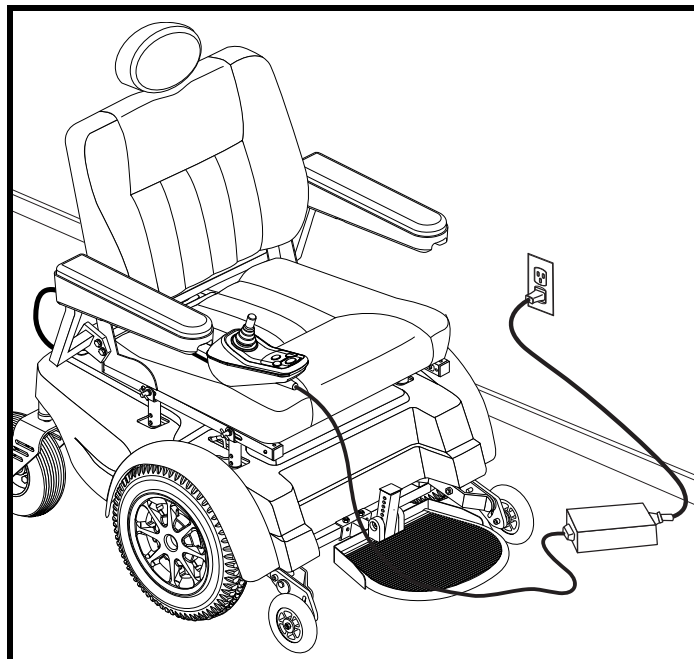

Figure 19. Recharge des batteries
3. Branchez le connecteur à 3-fiches du câble du chargeur externe dans le réceptacle de programmation/chargeur sur le contrôleur. **Voir la figure 19.**